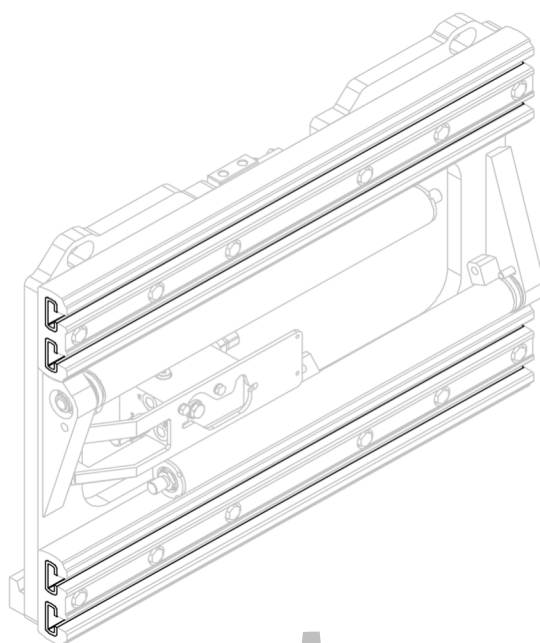
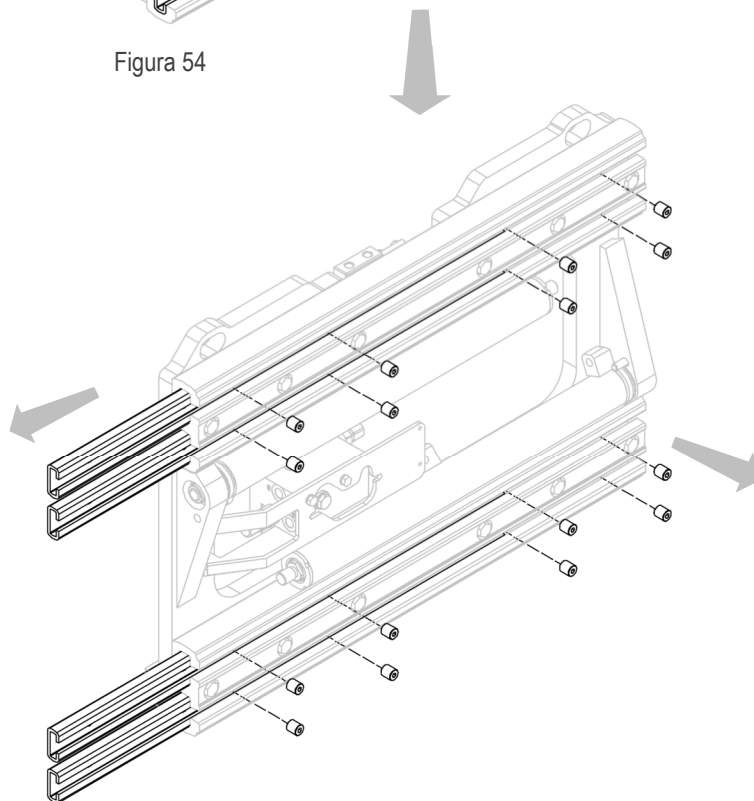

Figura 54
Figura 55
3. Extraer los casquillos de nylon después de desenroscar los pernos correspondientes (ver *Figura 54* y *Figura 55*).